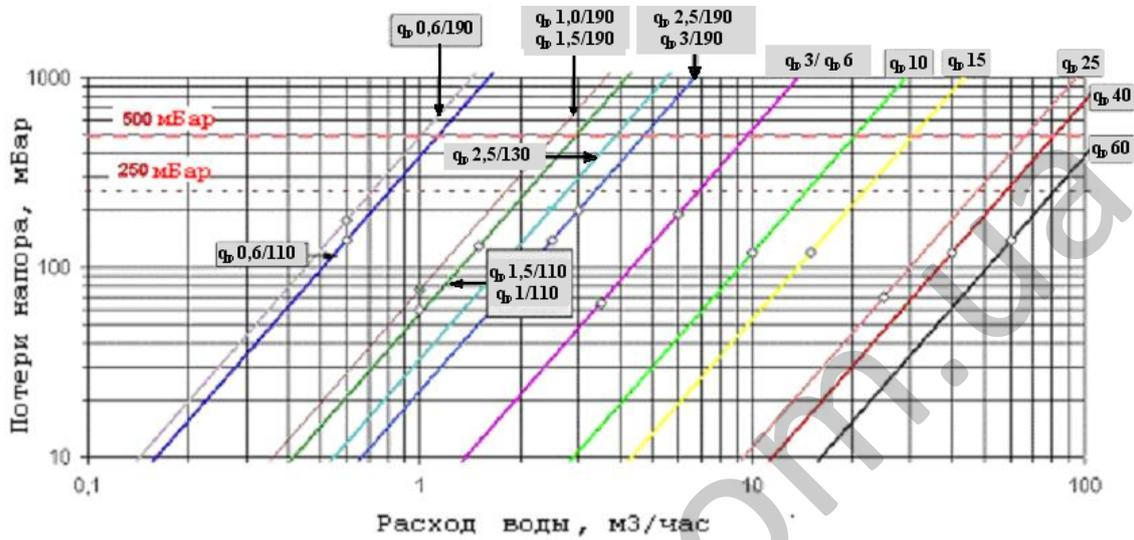

Рис. 1. Графики потерь напора на расходомере, где  $Q_n$  – номинальный расход/монтажная длина расходомера в мм
3.2. Индивидуальные технические характеристики основных моделей расходомеров приведены в табл. 1. Графики потерь напора на расходомере приведены на рис.1.